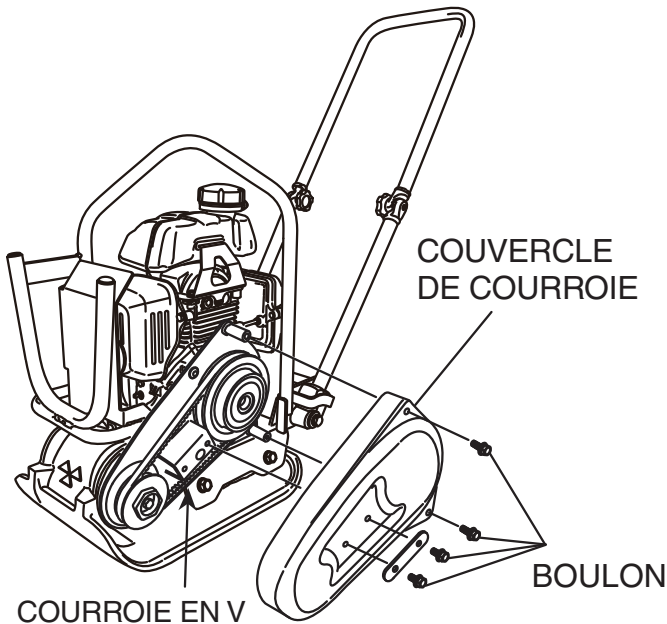

Figure 7. Retrait du couvercle de la courroie en V
1. Pour vérifier la tension de la courroie en V, retirer les quatre boulons qui arriment le couvercle de courroie au châssis, comme le montre Figure 7.